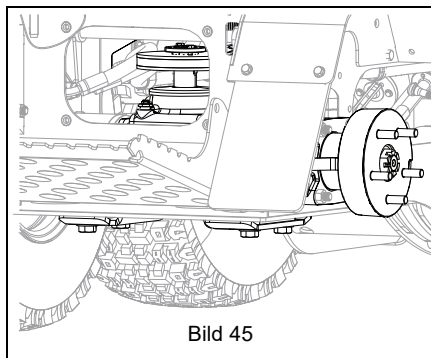

Bild 45
3. Ta bort höger bakhjulsenhet. Se Bild 45.